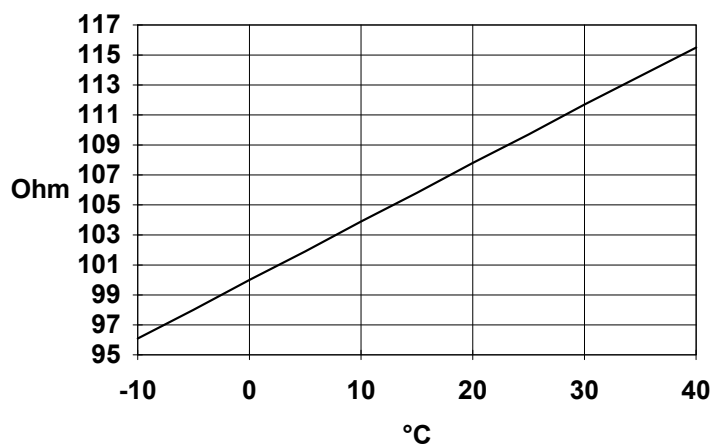

Abbildung 13 Widerstand-Temperaturcharakteristik des PT100- Temperatursensors
Hierzu muss der Sensor an den Klemmen 1 und 2 auf der **EC**-Regelelektronik (Abb. 10) abgeklemmt und aus dem Kühlblock herausgezogen werden. Misst man den Widerstand des PT100-Elementes, so muss dieser proportional zur Umgebungstemperatur sein. Die Widerstand-Temperaturcharakteristik ist in Abbildung 13 dargestellt.
- Ausschnitt für digitale Temperaturanzeige in der Frontplatte des Kühlers vornehmen. Hierzu die Einbaumaße gemäß Abbildung 13 beachten;